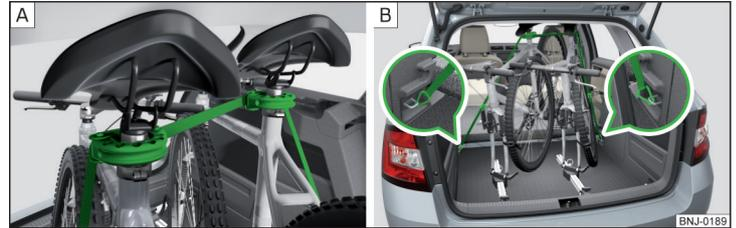

Fig. 109 Garantizar la estabilidad de las bicicletas con una correa
- Para transportar dos bicicletas, tensar la correa entre los sillines separando las bicicletas » fig. 109 - **A**.
- Enganchar los mosquetones en los extremos de la correa en las argollas de retención inferiores detrás de los asientos traseros » fig. 109 - **B**.